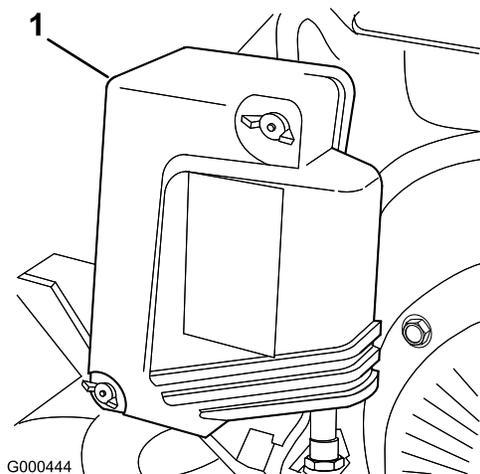

Figure 21
2. Enlevez les écrous à oreilles qui fixent le couvercle du filtre à air et déposez le couvercle (Figure 21).